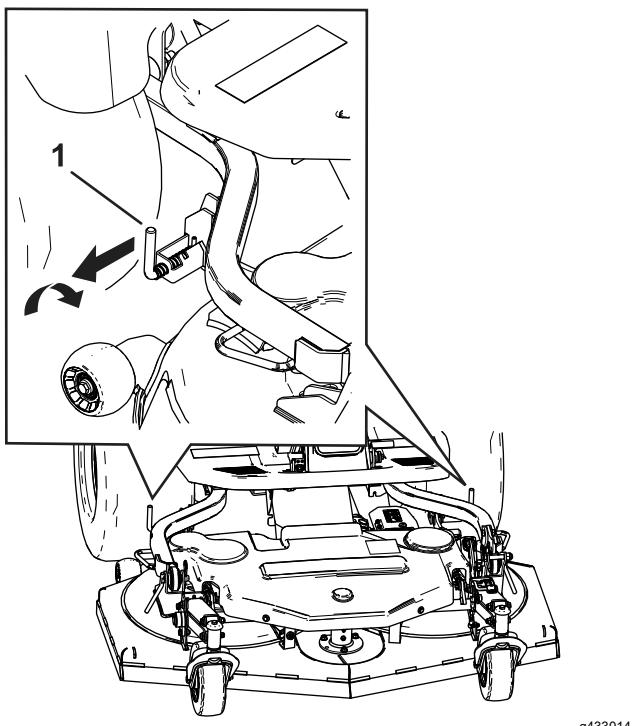

Figura 87
11. Accertatevi che i perni di blocco posteriori siano innestati (Figura 87).
3. Prima di abbassare l'apparato di taglio, tirate e ruotate i perni di collegamento posteriori su entrambi i lati dell'apparato di taglio (Figura 87).